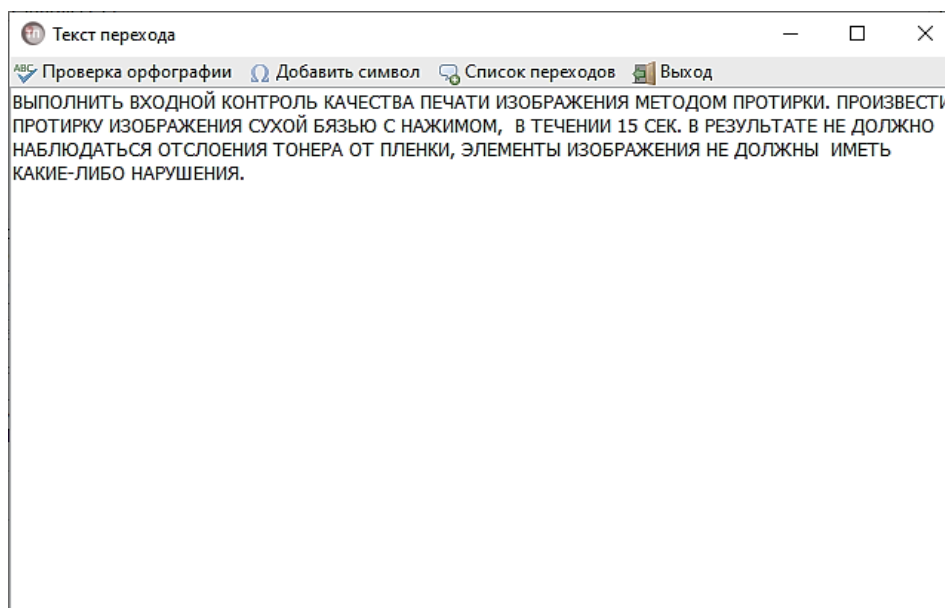

Рисунок 6 – Редактор текста перехода
Заполнение графы «Текст перехода». Графа заполняется также ручным вводом, но для нее есть некоторые особенности. При редактировании имеется возможность открыть редактор текста (Рисунок 6 – Редактор текста перехода) перехода двойным нажатием на строку перехода, на кнопку  или через выпадающий список на кнопку «Текст перехода».
- Кнопка  . Проверяет орфографию введенного текста. **ВНИМАНИЕ!** Проверка очень чувствительна к регистру (т.е. если текст введен в верхнем регистре, как на Рисунок 6 – Редактор текста перехода, то программа считает слова не как